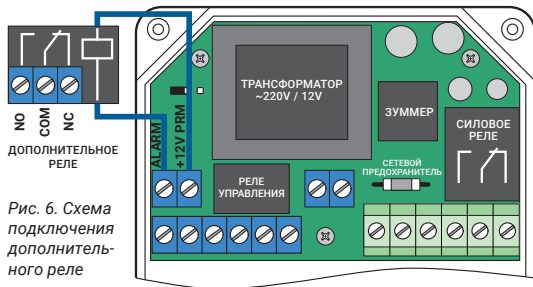

Рис. 6. Схема подключения дополнительного реле
**6.4.** Рис. 6. Схема подключения к блоку управления дополнительного реле.